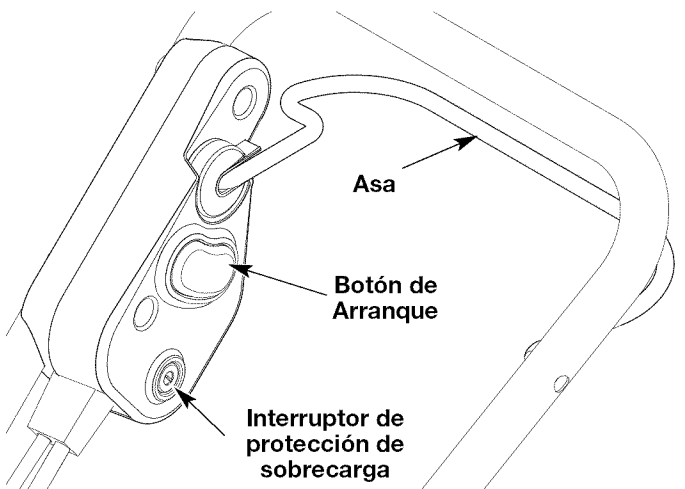

Fig. 5
3. Oprima y sostenga oprimido el botón de arranque de color rojo (Fig. 5).
2. Oprima el interruptor de sobrecarga para reajustarlo y volver a iniciar la operación (Fig. 5).